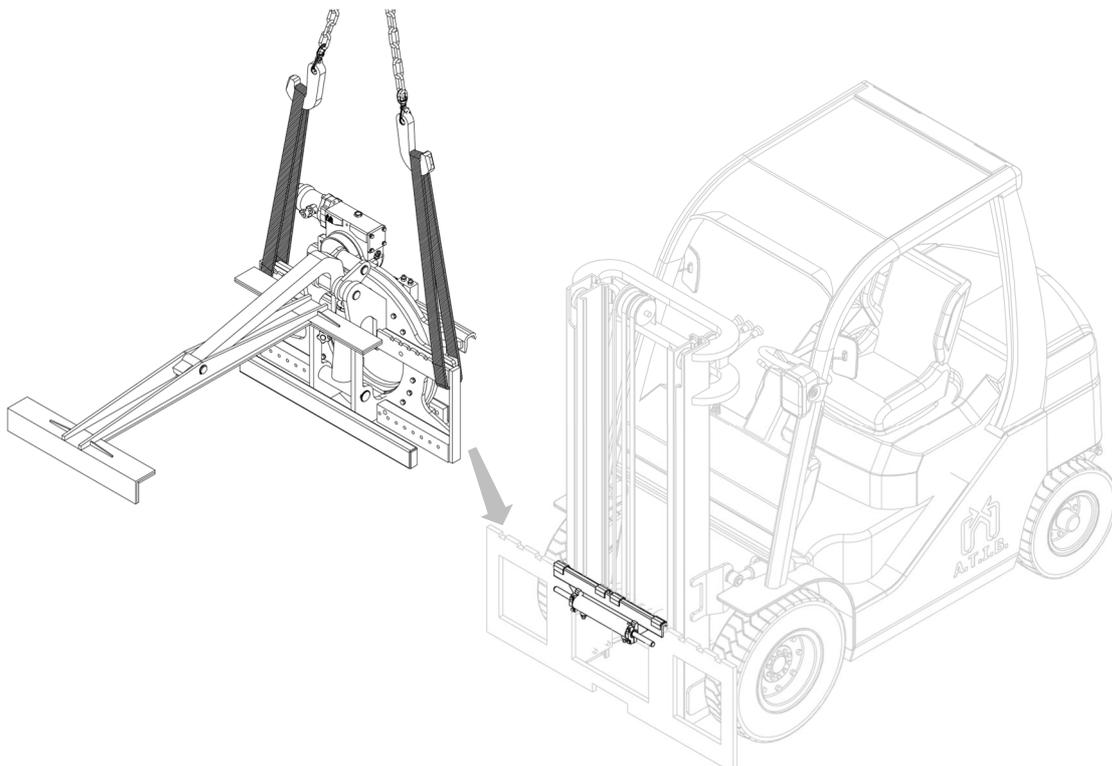

Figure 8
7. Avec un pont roulant ou un palan d'une portée suffisante, positionner l'équipement sur le double crochet, en prenant soin de le positionner correctement (voir Figure 8).
4. Soulever ensuite l'équipement avec un pont roulant ou un palan d'une portée suffisante et le retirer du chariot (voir *Figure 3 et Figure 8* aux pages 11 et 15).